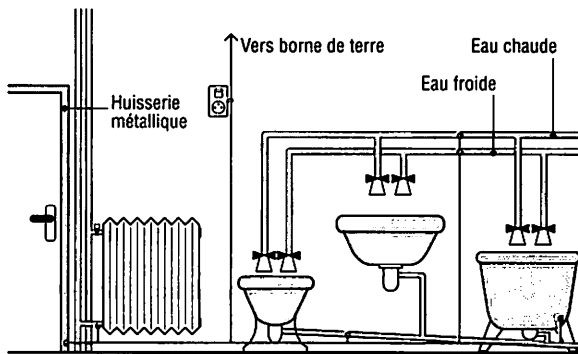

Fig. 18 : Liaisons équipotentielles.
4.5. Liaisons équipotentielles (fig. 18)